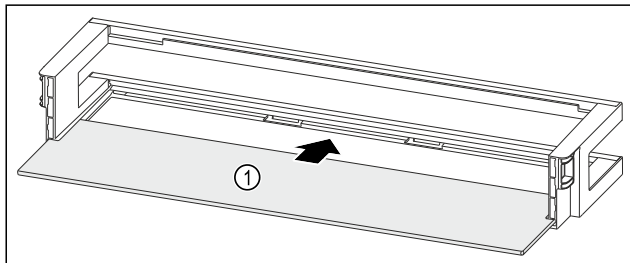

Fig. 188 Türabsteller mit Abstellfläche
- Abstellfläche Fig. 188 (1) in die seitlichen Aussparungen einschieben.